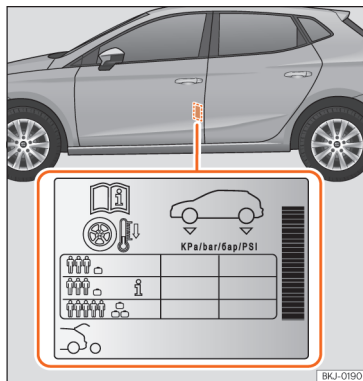

Fig. 180 Localização do autocolante da pressão de ar dos pneus.
- Adapte a pressão dos pneus à carga transportada pelo veículo »» **Fig. 180.**
Os valores da pressão de enchimento indicam-se na etiqueta autocolante situada na zona posterior da moldura da porta dianteira esquerda »» **Fig. 180.**
A pressão dos pneus tem de ser ajustada à carga momentânea do veículo. Se pretender utilizar o veículo com a carga máxima, terá de aumentar a pressão dos pneus para o valor máximo indicado na etiqueta »» **Fig. 180.**
No caso de uma roda de emergência mais estreita (125/70 R16 ou 125/70 R18), encher a 4,2 bar de pressão segundo indicado na etiqueta de pressão dos pneus »» **Fig. 180.**
Dependendo do veículo, pode adaptar-se a pressão de ar dos pneus para meia carga para aumentar o conforto de condução (pressão de ar dos pneus **i** »» **Fig. 180**). Quando se circula com a pressão de ar de conforto, o consumo de combustível pode aumentar ligeiramente.
- **O condutor é responsável por garantir que todos os pneus do veículo estejam cheios com a pressão correta. A pressão de ar recomendada é indicada num autocolante »» Fig. 180.**
- **Com os pneus a frio, deverá manter-se sempre a pressão indicada no autocolante »» Fig. 180.**